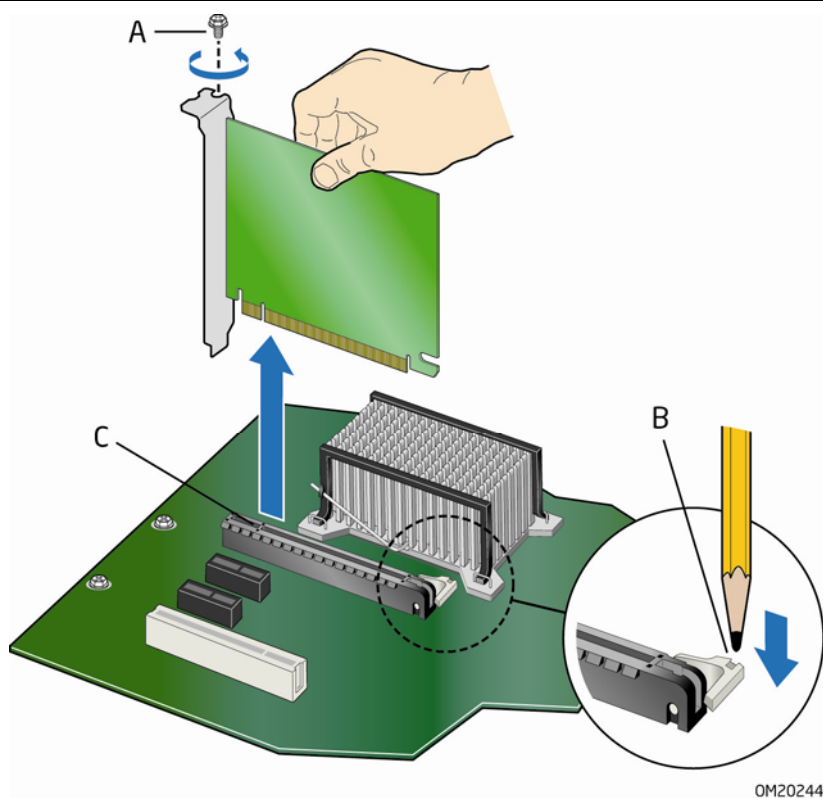

图 20. 拆卸 PCI Express x16 卡
2. 从卡的金属支架上卸下螺丝（图 20 中的 A），将卡从机箱背面板上松脱。
3. 使用铅笔尖或类似工具，向下按压凹口中的卡弹出拉杆（图 20 中的 B）。这将使卡从连接器（C）上松脱。